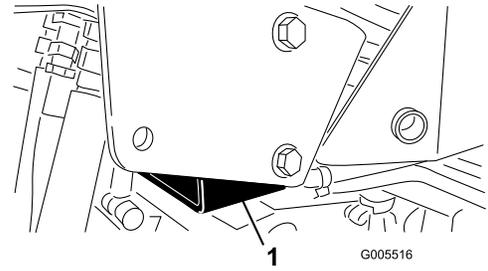

Figure 28
- Côté droit – sous l'appui de cric et adjacent au support du système antiretournement (ROPS) (Figure 28)